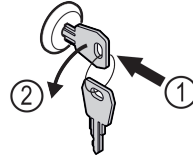

Fig. 179
- 按入钥匙。 Fig. 179 (1)
- 将钥匙逆时针转动 90° 。 Fig. 179 (2)